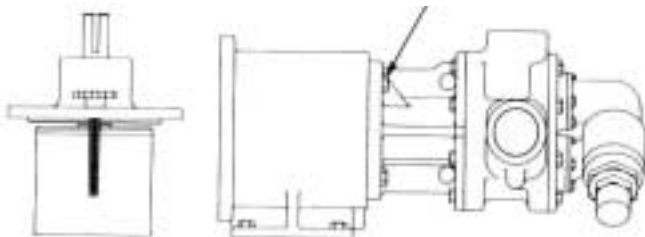

FIGURA 9
3. Sujete la bomba con una cabria y retire los (4) tornillos de 0,5". Ver Figura 9. Tire de la bomba para separarla del soporte; se producirá alguna resistencia al tirar ya que el imán interior será atraído hacia el soporte el acoplamiento. Si es necesario desmontar el porta cojinete, Consulte la página 7. Dado que en la canastilla quedará algo de liquido, tenga en cuenta que al separarla de la bomba puede salir el liquido. Retire la canastilla si es que todavía no se ha salido de la bomba.